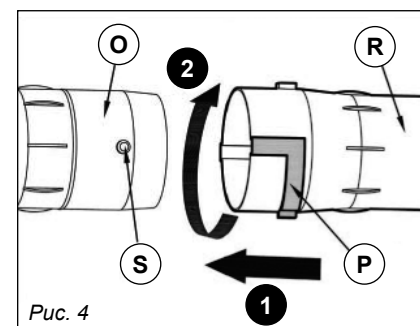

Рис. 4
4. Подсоединение сопла (рис. 4)
- Совместите штифт (S) и прорезь (P) и наденьте насадку (R) на промежуточную трубку (O) (шаг 1).